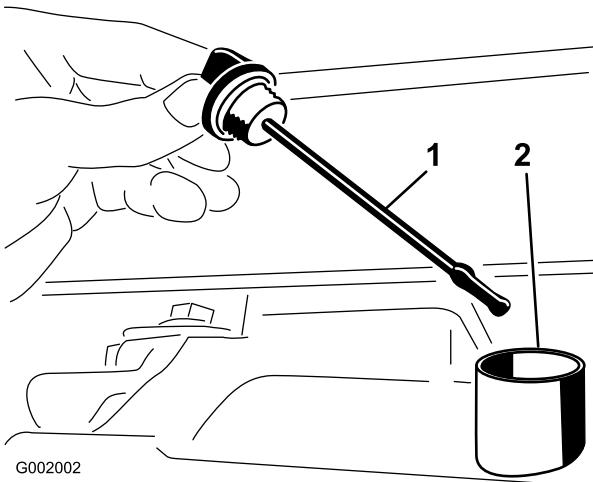

Bild 66
2. Nehmen Sie den Peilstab der Hinterachse heraus und wischen Sie ihn mit einem sauberen Lappen ab (Bild 66).